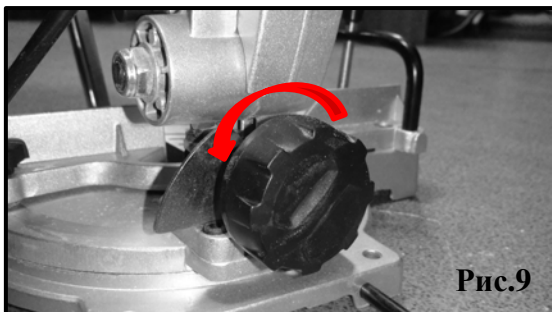

Рис.9
Настройка угла наклона (рис. 9,9а).
1. Ослабьте ручку фиксации угла наклона против часовой стрелки (рис.9).
2. Наклоните режущую головку влево на необходимый угол наклона ориентируясь на шкалу от 0-45 градусов (рис.9а).
3. Зафиксируйте ручку фиксации угла наклона по часовой стрелки (рис.9).
Рис.9а
5.6. Наклон режущей головы при косом распиле (рис.9,9а)